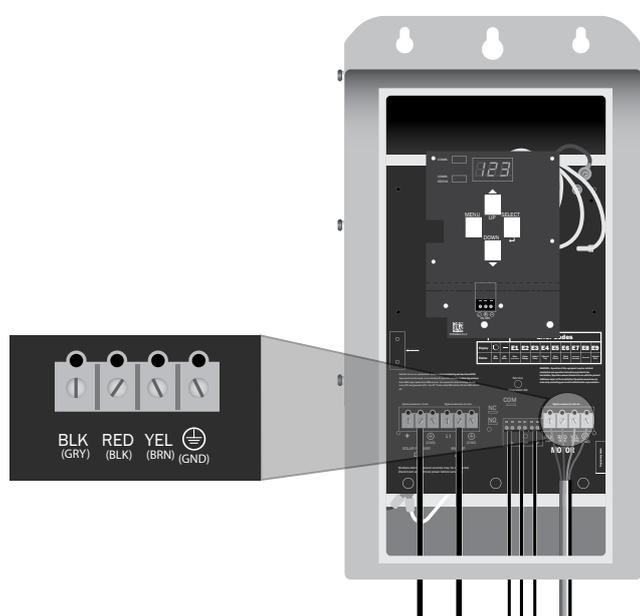

Figura 5: Conexões do cabo do motor
- Conecte os cabos dos terminais NO e COM do sensor de fluxo ao bloco-terminal identificado como “TRIP” (disparo) (Figura 5).